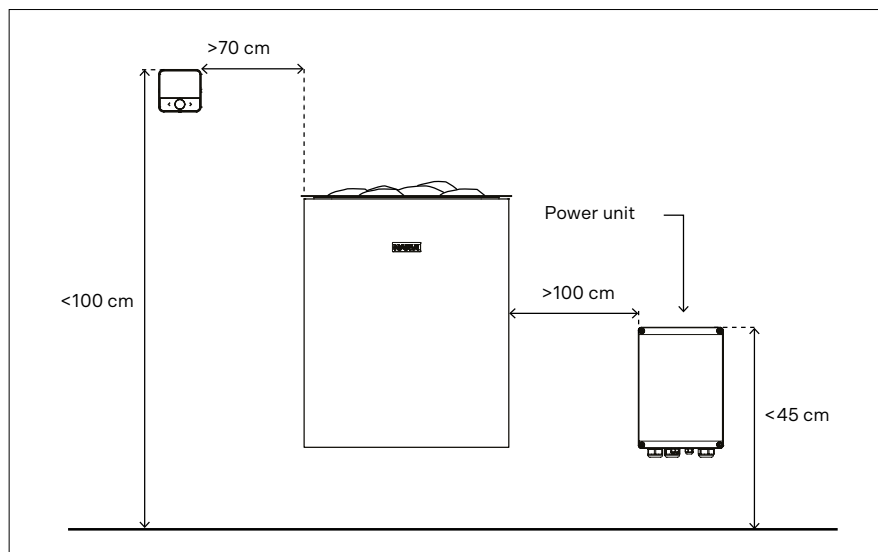

Bild 6.1-1. Minimisäkerhetsavstånd till systemet (en extra effektenhet för inte installeras i basturummet)
Vid installation i basturummet ska de minisäkerhetsavstånd från bastuaggregatet som angetts i installationsanvisningarna följas (bild 6.1-1). Se mer detaljerade installations- och kopplingsanvisningar för systemets delar i den separata punkten i denna anvisning.
Följ minimiskyddsavstånden för monteringen! (Bild 6.1-1)
- Styrpanelen får inte installeras på platser där temperaturen överstiger den maximala temperaturen på 80 °C. Om styrpanelen installeras i basturummet ska installationsplatsen vara minst på ett minimiskyddsavstånd (0,7 m) från bastuaggregatet och högst en meter (1 m) från golvet (se bild 6.1-1). För att undvika störningar ska strömkablarna och styrpanelens kabel inte installeras bredvid varandra. En styrkabel på 6 meter (SIHF-O 4x0,25) levereras med